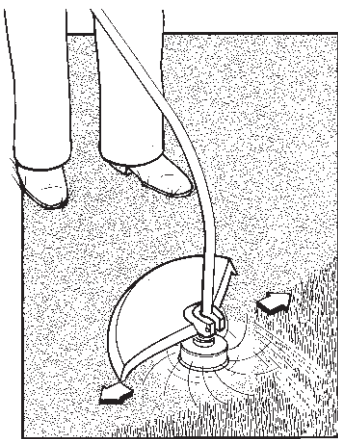

Fig. 5
1. **CORTADOR DE PASTO** (Fig. 5). Columpie la unidad de lado a lado. No incline el cabezal en este movimiento. Haga una prueba para definir la altura de corte. Mantenga el cabezal a una misma altura para un corte parejo.